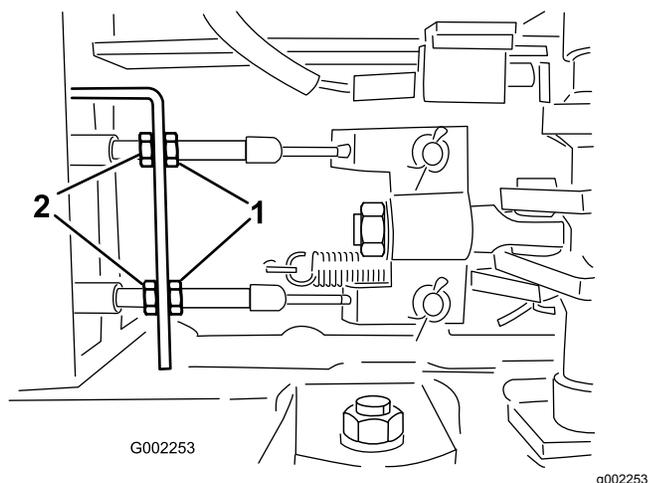

Figura 87
5. Cierre la válvula de vaciado (Figura 87).
5. Afloje las tuercas delanteras de los cables de freno, debajo del extremo delantero del fumigador (Figura 87).
6. Apriete las tuercas traseras en la misma cantidad hasta que el pedal de freno recorra de 1 a 2 cm antes de que se note resistencia (Figura 87).